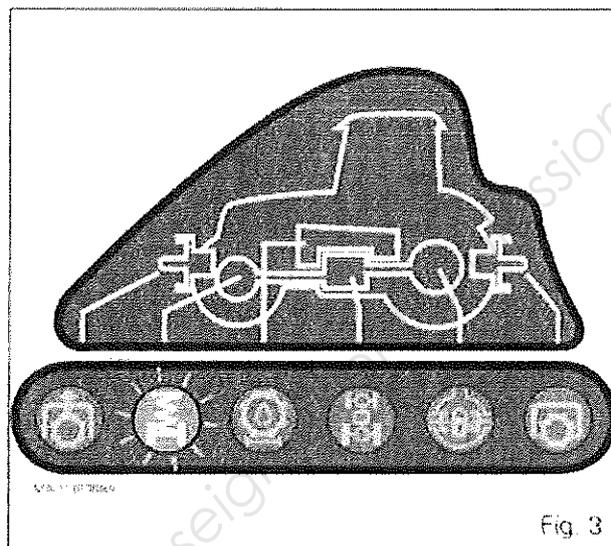

Fig. 3
2. Le témoin de pont avant suspendu sur le DCC2 clignote (Fig. 3)